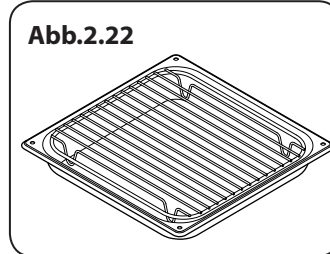

Abb.2.22
- 2 Grillpfannen mit Dreifuß (**Abb.2.22**)